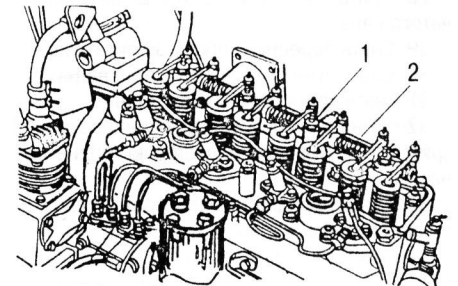

Рис. 3.4. Снятие механизма коромысел: 1 – гайки крепления механизма коромысел; 2 – механизм коромысел в сборе
12. Отвернуть гайки 1 (рис. 3.4) и снять механизм 2 коромысел в сборе. Вынуть штанги толкателей.